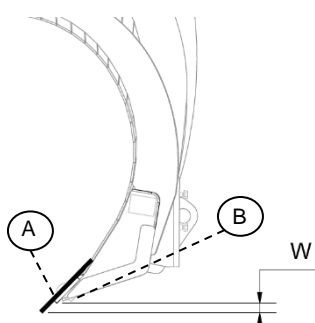

Bild.14
Det är viktigt att kontrollera slitstålets slitage dagligen. Det finns många faktorer som påverkar slitaget. Bland annat plogningshastighet, underlag, skärvinkel, stödtallriker och centrumram-flytlägesarmarnas justering. Därför är det viktigt att se till att behålla avståndet $W \geq 10\text{mm}$ mellan slitstålen (A) nedre kant och plogens (B) nedre delen (se Bild.14).